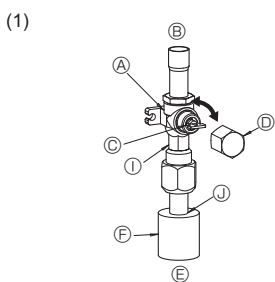

Fig. 4-6
- Lato gas di ZRP100-140 (Fig. 4-6)